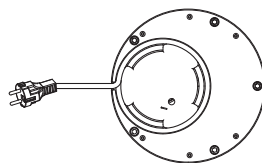

Fig. 18
- Pour rembobiner le cordon électrique, faites-le rentrer manuellement dans son logement, sans le tendre excessivement, de façon à le disposer correctement sur plusieurs spires. (fig. 18)